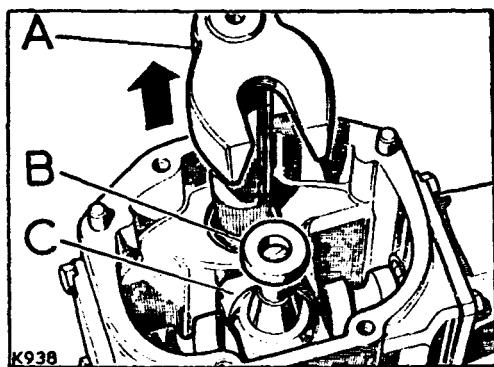

Fig. G1-46.- Eje del brazo
- 1.2.- Extraer el rodillo, B (Fig. G1-46) de la tuerca principal, C, y retirar el eje, A.